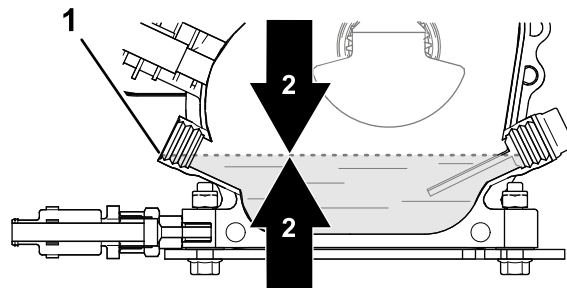

Рисунок 29
4. Проверьте уровень масла (Рисунок 29).